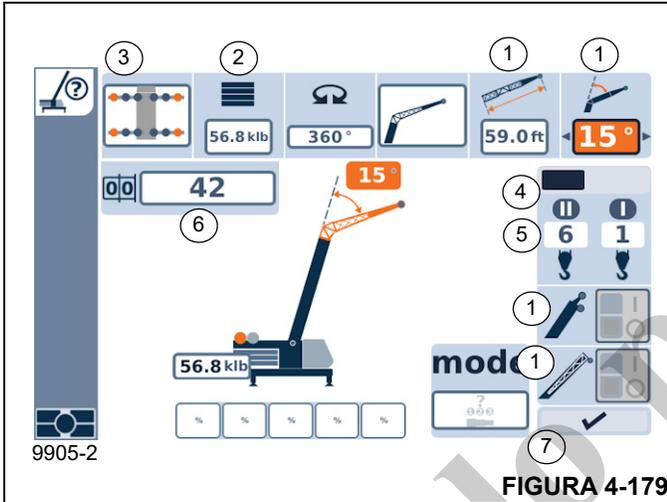

FIGURA 4-179
- Contrapeso (2, Figura 4-179)
- Sistema de la pluma (1)
- Separación entre estabilizadores (3)